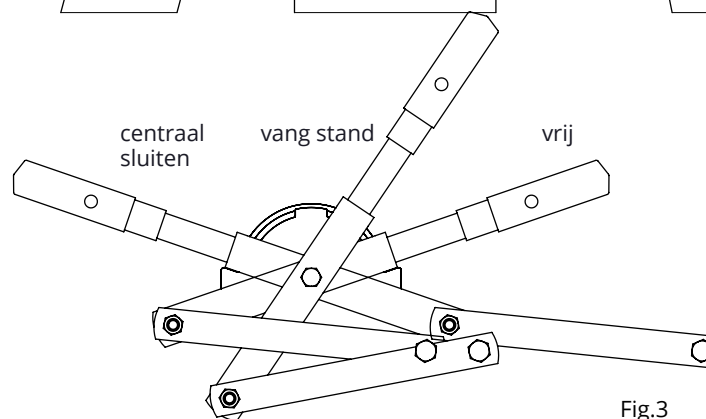

Fig.3
1. Zet de bedieningshendel in de vangstand (fig. 3), zodat de gaten in de bedienkoker en het bovenprofiel recht tegenover elkaar staan.